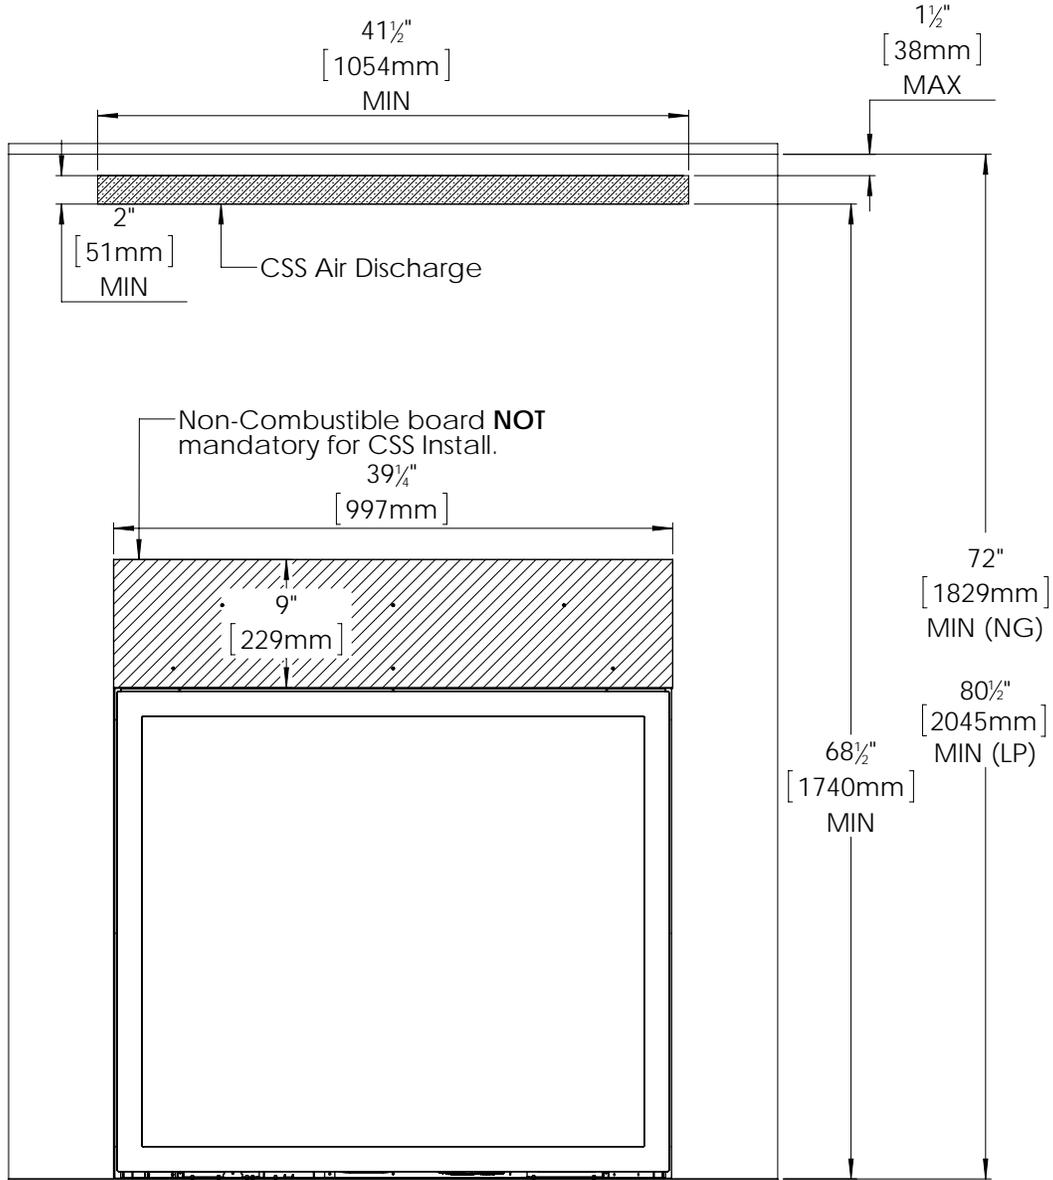

Figure 42: Option de Cadrage 1
**Optionnel: Faux Plafond** - Si la dimension de votre plafond est supérieure au minimum (voir figure 42), vous voudrez peut-être que la décharge d'air CSS soit plus basse sur le mur. Pour ce faire, un faux plafond est nécessaire pour évacuer correctement la chaleur de la chase. (Voir Figure 46).